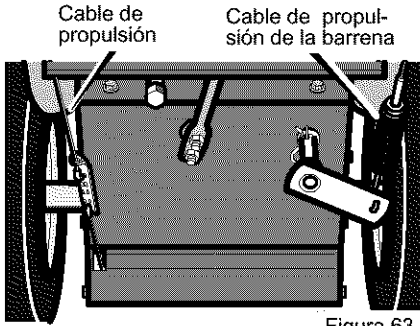

Figura 63
**NOTA:** Si los cables se han desconectado, conéctelos como se muestra en la Figura 63.